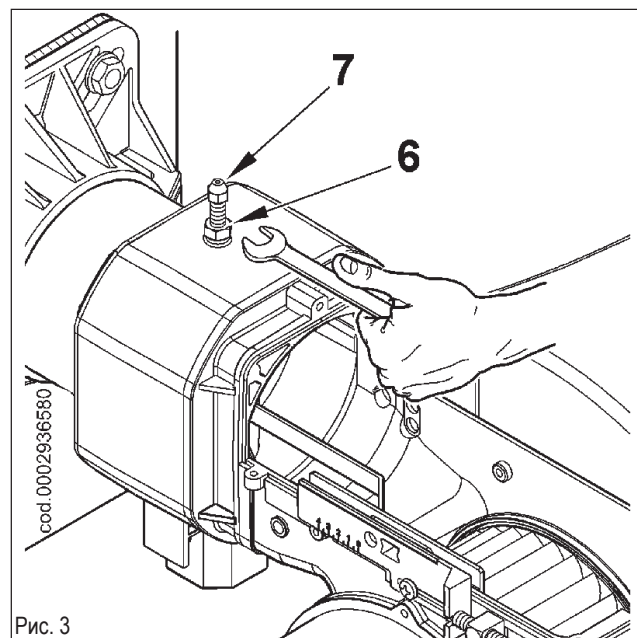

Рис. 3
- 3) После того, как была ослаблена гайка (6), снимите блокирующий винт (7) узла смешения (рисунок 3).